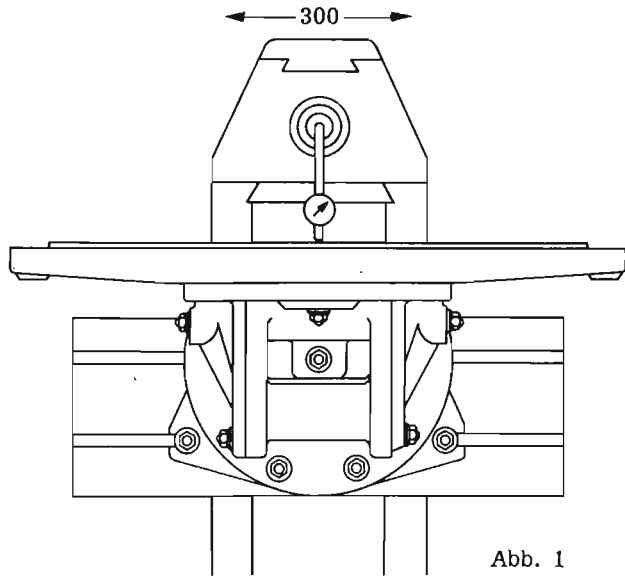
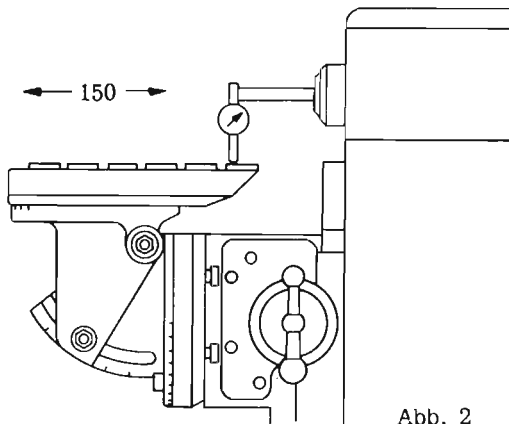

Abb. 1
Abb. 2
a) Einstellen auf genaues Waagrecht- Fräsen (Abb. 1 und Abb. 2)